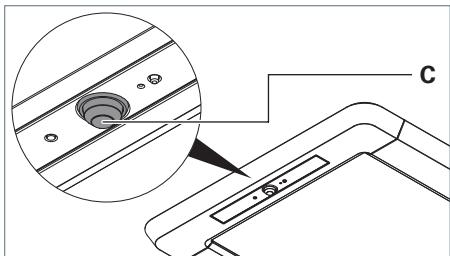
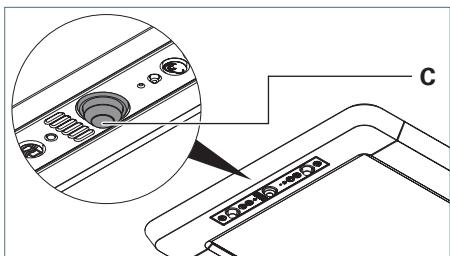

Fig. 22: Sensore PIR, versione R.
Fig. 23: Sensore PIR, versione RX.
- ▶ Posizionare la testa a sfera **C** del sensore PIR nella direzione desiderata, vedere Fig. 22 e vedere Fig. 23.